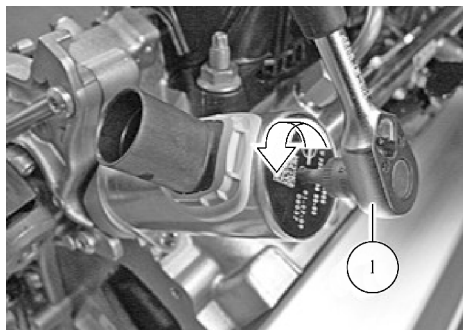

图 14-13 松开中间轴
3) 用转换棘轮 1 与内六角扳手沿图 14-13 箭头所示方向旋转轴，并松开中间轴。